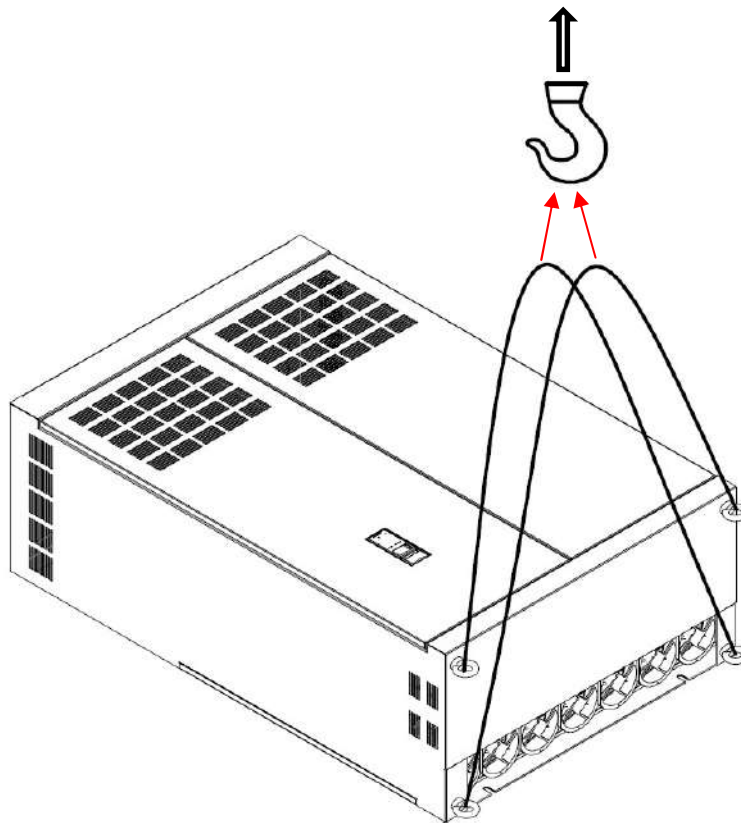

Рис.1
- К подъемным рым-болтам (на верхней панели металлического шкафа) закрепите концы двух чалок одинаковой длины, в соответствии с Рис.1